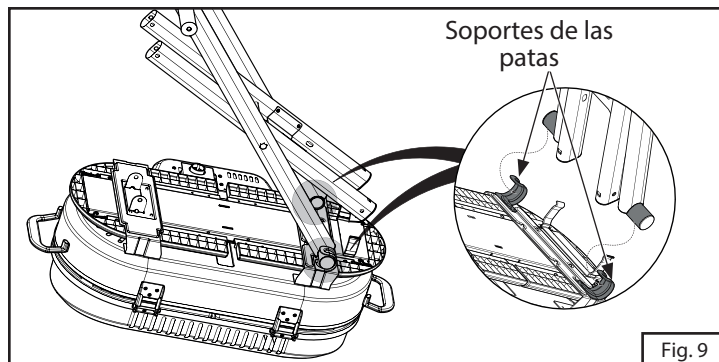

Fig. 9
6. Extienda las patas y coloque los extremos de la pata con ruedas en los soportes de las patas. (Fig. 9)